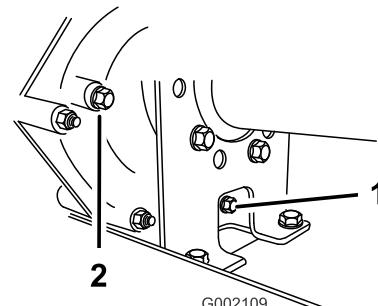

Bild 57
2. Reinigen Sie den Bereich um die Füll- und Ablassschraube mit einem Lappen (Bild 57).
4. Drehen Sie die Füllschraube nach links, um sie zu entfernen (Bild 57).
5. Drehen Sie die Ablassschraube nach links, um sie zu entfernen (Bild 57).
6. Setzen Sie die Ablassschraube und Dichtung in das Ablassschraubenloch am Getriebe ein und ziehen sie an (Bild 57).
Getriebe die Unterseite des Gewindes erreicht (Bild 57).
8. Setzen Sie die Füllschraube und Dichtung in das Füllschraubenloch am Getriebe ein und ziehen sie an (Bild 57).
10. Prüfen Sie den Ölstand und füllen mehr Öl ein, wenn der Ölstand unter dem Gewinde im Füllschraubenloch liegt (Bild 57).